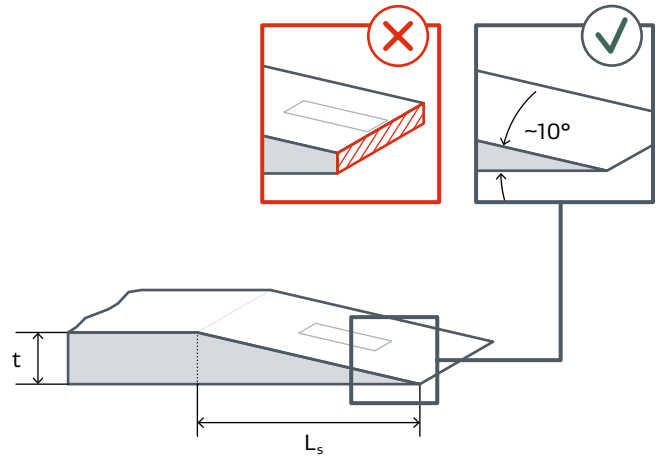
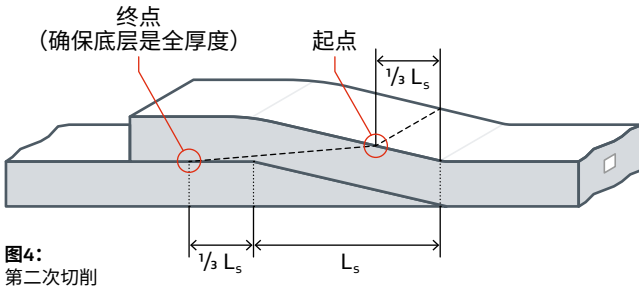
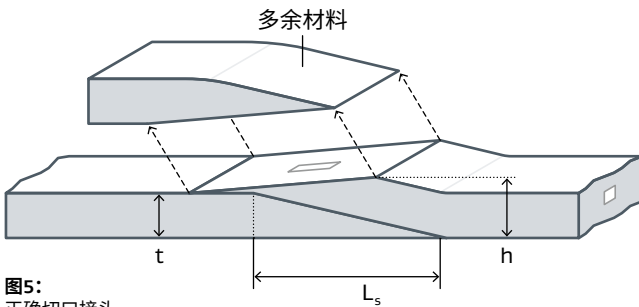

图3: 第一次切削。末端不得有台阶。
图4：
图5：
表1: 切口尺寸 (参考图3和图5)。
用切削方式切割带状垫片时，必须按适合的角度切割切口末端，以便使切口末端法兰平滑相接。不可出现台阶 (见图3)。
- 第二次切削的起点位于垫片材料的顶部，距离底部切削的终点 $1/3 (L_s)$ (见图4)。这将使切口最高部位的厚度比基础层垫片约高出 $1/3$ ，如图5中(h)所示。